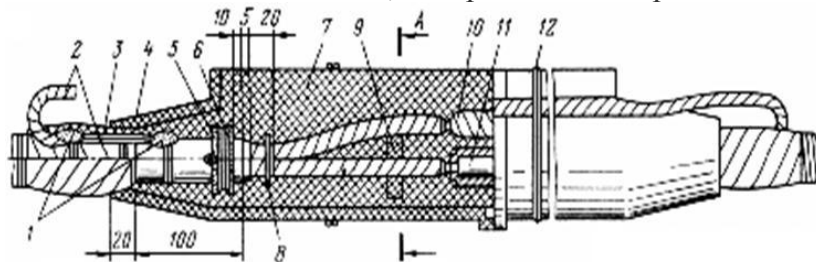

Рис. 14. Эпоксидная соединительная муфта СЭ.
2. Назовите элемент 1, изображённый на рис. 14.